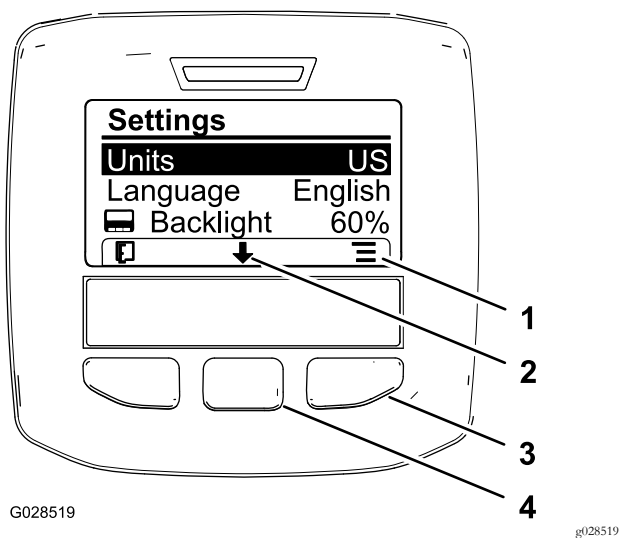

图9
1. 要更换测量单位请使用中间选择按钮滚动至 UNITS 单位选项 图9。
2. 按右侧选择按钮可更换列出的测量单位 图9。
1. 要更换显示屏使用的语言可按中间选择按钮显示屏上向下箭头图标下方的按钮将选中项移至语言图9。
2. 按右侧选择按钮显示屏上列表图标下方的按钮高亮显示显示屏使用的列出语言图9。